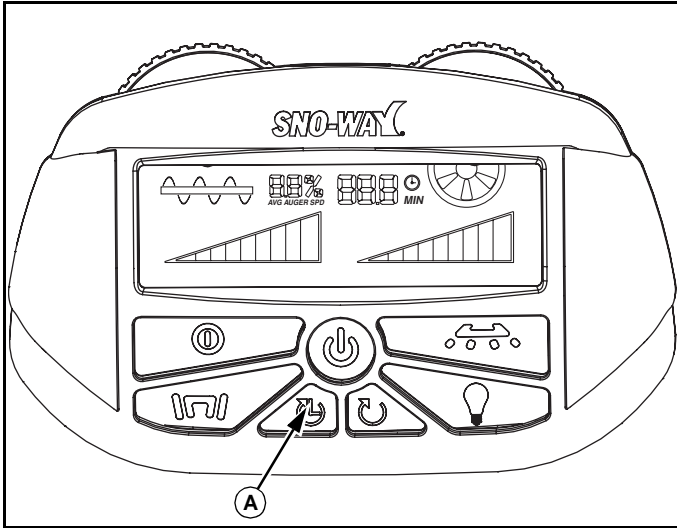

Abb. 1-17
Die Timer-Rücksetztaste  (A) löscht die durchschnittliche Schneckengeschwindigkeit und Schneckenlaufzeit. Der Timer kann jederzeit zurückgesetzt werden, im Run-Modus oder im Pausen-Modus. (Siehe Abb. 1-17.)